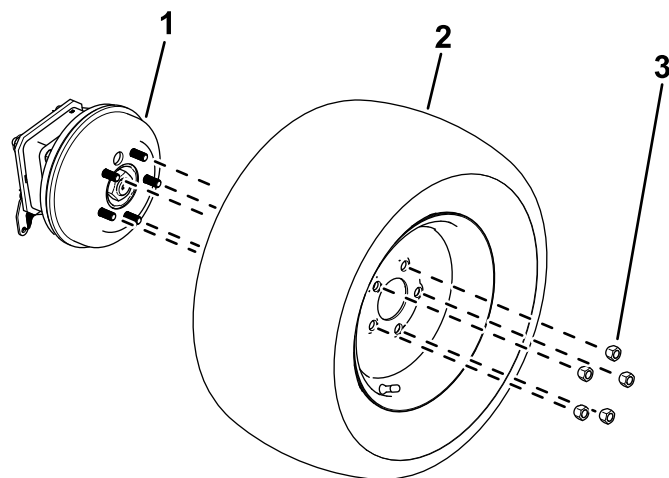

Figura 12
1. Slăbii i îndepărtai prezoanele roilor (Figura 12).
2. Îndepărtai roile de la butuci (Figura 12).
1. Utilizai piulițele îndepărtate anterior pentru a fixa anvelopele pe butucii roilor (Figura 12).